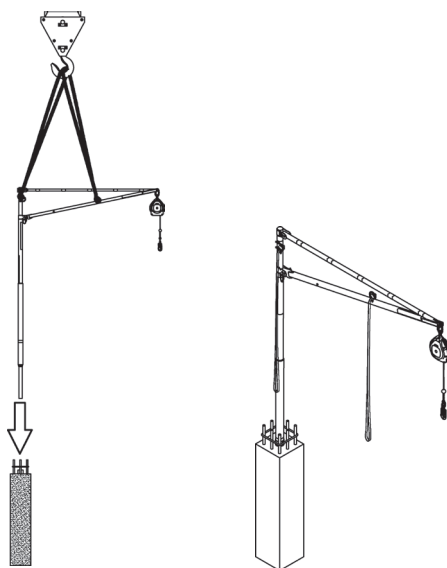

Figura 32. Colocación del anclaje SkyReach
3. Asegúrese de que las cuerdas largas con toma de tipo red estén correctamente unidas a los ganchos de elevación situados en la llave y el mástil. Es necesario utilizar ambas correas, cada una conectada a un gancho de elevación. Fije el gancho de la grúa a ambas correas y levante el sistema de anclaje SkyReach. Retire el tapón de plástico de la manga incrustada en la estructura, luego baje el sistema de anclaje SkyReach hacia la manga, consulte la Figura 32. Si es necesario, el gancho de alcance SkyReach se puede utilizar para guiar el anclaje SkyReach a su lugar enganchándolo al mástil y guiando el sistema de anclaje a su posición.